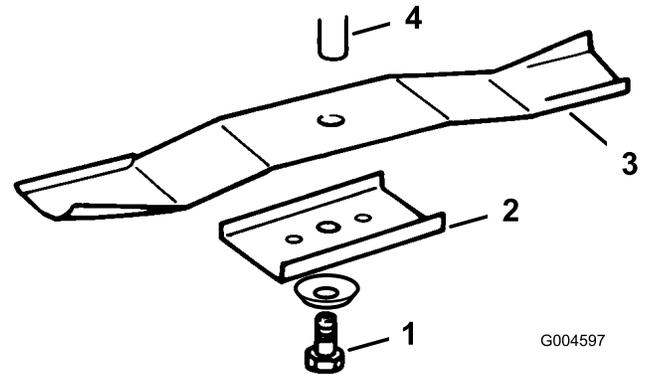

Figure 33
3. Enlevez le boulon (clé de 16 mm [5/8"]), la rondelle bombée, le porte-lame et la lame (Figure 33). Pour
1. Montez la lame, le porte-lame, la rondelle bombée (face concave vers la lame) et le boulon de lame (Figure 33).